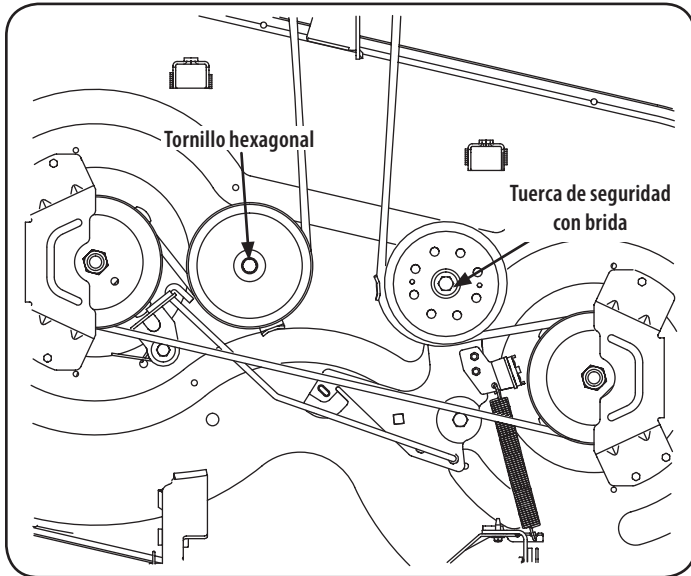
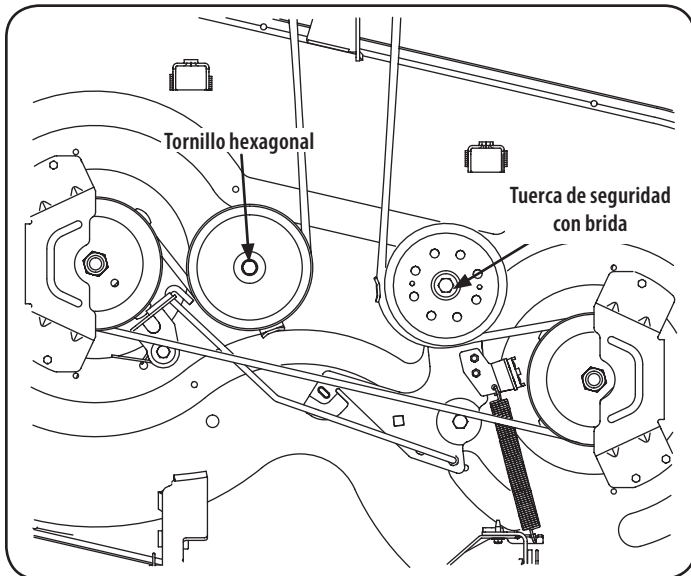
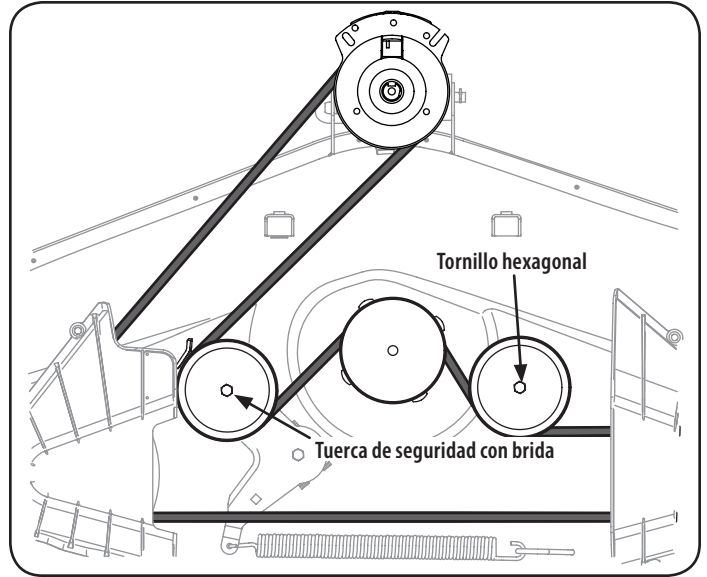

Figura 33
Figura 34
Figura 35
2. Afloje, pero no quite la tuerca de seguridad con brida de la polea tensora izquierda de 54" Las cubiertas y la polea loca adecuado para 42" y 46" de skate. Vea la Figura 33 para 42" Cubiertas, Figura 34 para 46" Las cubiertas y la Figura 35 para 54" Cubiertas